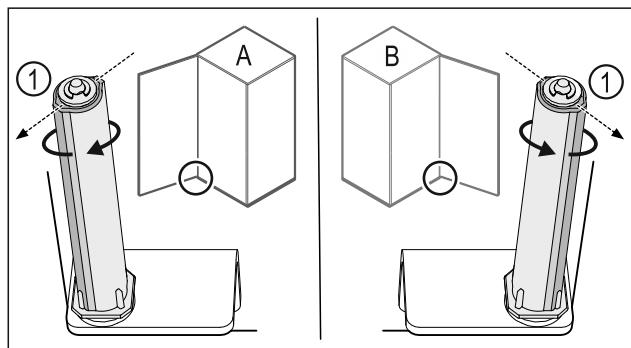

Fig. 44 Atidarymas į kairę (A) / atidarymas į dešinę (B)
- Sukite uždarymo sistemą, įveikdami pasipriešinimą, kol uždarymo sistemos pertvara Fig. 44 (1) bus nukreipta į išorę.